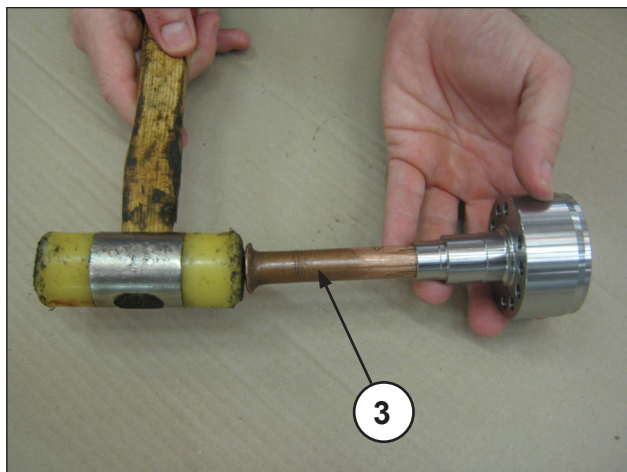
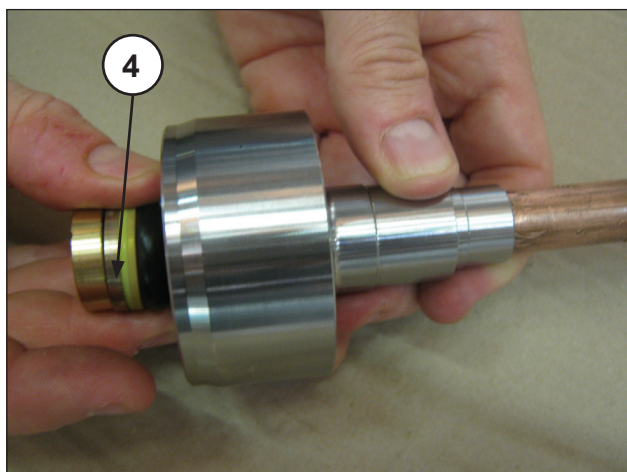
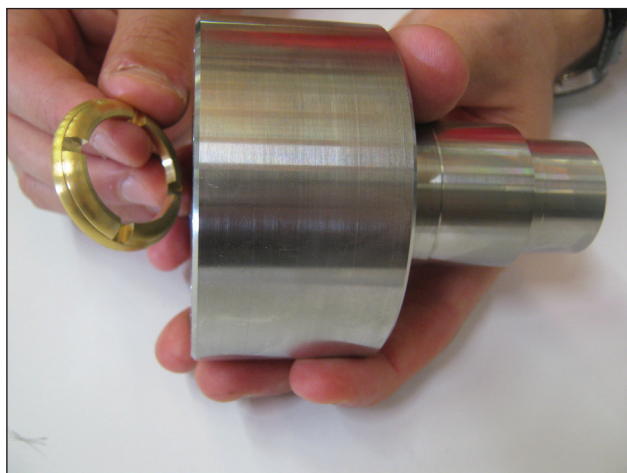

Рис. 116
Рис. 117
Рис. 118
- При снятой опоре прокладок ВД и с помощью специальной шпильки (поз. ③ Рис. 116) выньте пакет ВД (высокого давления) (поз. ④ Рис. 117) и снимите кольцо торца (Рис. 118).
При каждом демонтаже пакет ВД (Рис. 117, поз. ④) нужно менять.